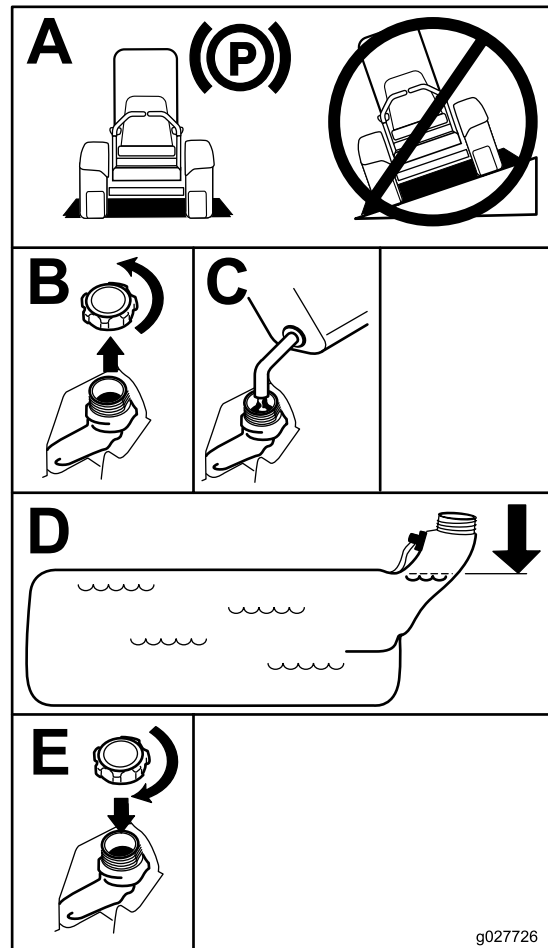

Figura 7
4. Llene el depósito de combustible hasta la parte inferior del cuello de llenado (**Figura 7**).